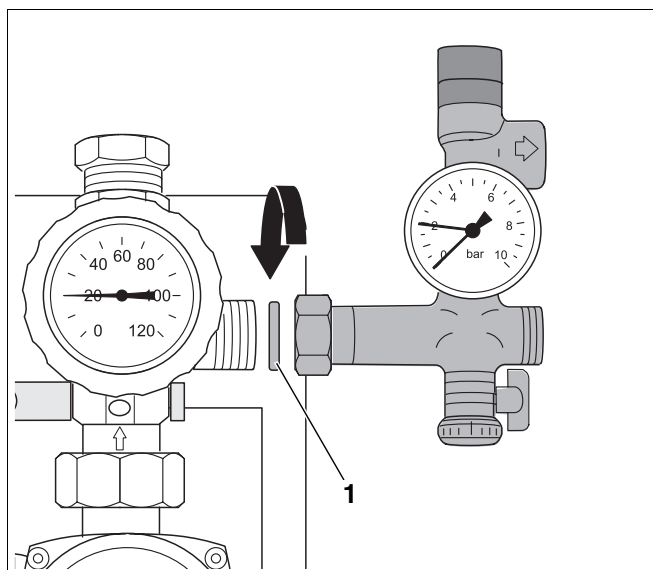

Fig. 7 Montar o grupo de segurança
- ▶ Monte o grupo de segurança com o vedante fornecido (21 × 30 × 2) (Fig. 7, **Item 1**) no retorno de água da estação solar.